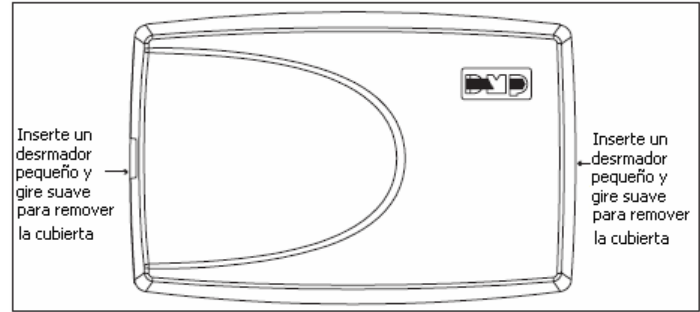

Figura 1: 1119 Sonador Inalámbrico
1. Inserte un pequeño desarmador en la ranuras de cada lado de la tapa y gire suavemente para quitar la tapa. Véase la figura 1.